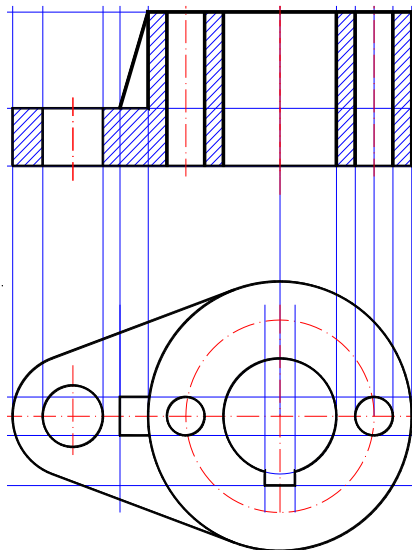

Рис.9
-обвести очерковые образующие отверстий в основании и цилиндрической части. Для построения отверстий в цилиндрической части рекомендуется использовать команду **ЗЕРКАЛО**, рис.9.